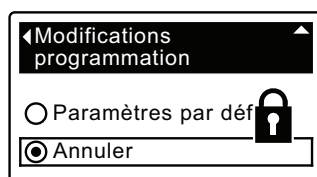

FIG. 28
8. Appuyez sur le bouton DROITE (►) : un cadenas clignotant apparaît (cf. Figure 28).
- 1-7. Allez à l'écran **Modifications programmation** (Figure 28) à l'aide des étapes 1-7 à gauche.